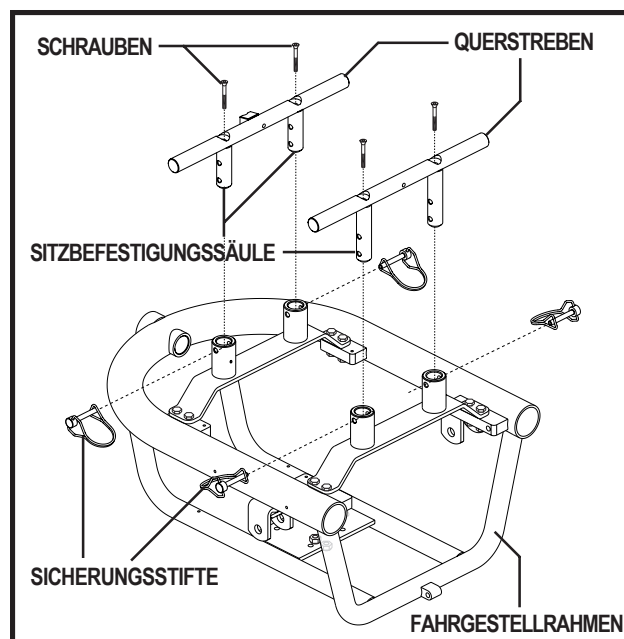

Abb. 12a. Querstreben
7. Lösen Sie die Schrauben, die die Querstreben an den Sitzbefestigungssäulen halten. Siehe Abb. 12a.
8. Entfernen Sie die restlichen Sicherungsstifte, welche die Sitzbefestigungssäulen an dem Fahrgestell festhalten. Siehe Abb. 12a.